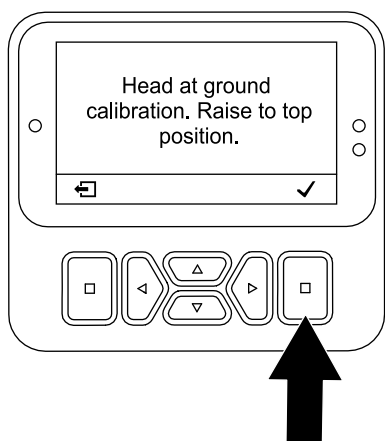

Figura 108
- Si los taladros empiezan a penetrar en el suelo: pulse el botón Seleccionar (Figura 108) y ejecute la aplicación CALIBRAR ALTURA SOBRE EL SUELO; consulte Ejecución de la aplicación de calibración de la altura sobre el suelo \(página 40\).